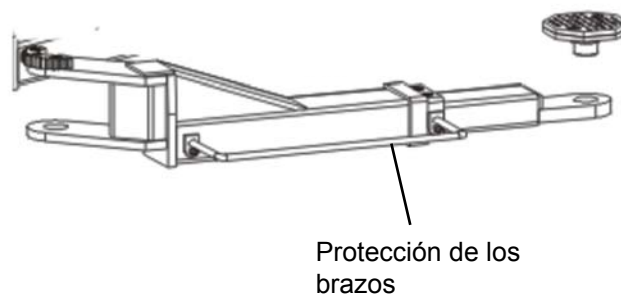

Fig. 17
- Instalar las protecciones contempladas en los brazos (fig.17)
- Seguros para los pies aplicados en los brazos (Fig. 17).